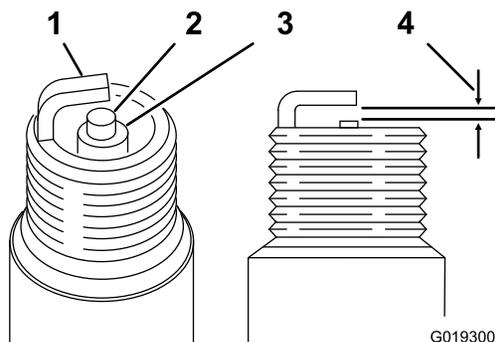

図 56
- 電極 (側面と中央) と碍子の状態を点検する (**図 56**)。
- エアギャップ (**図 56**) を 0.81 mm に調整する。